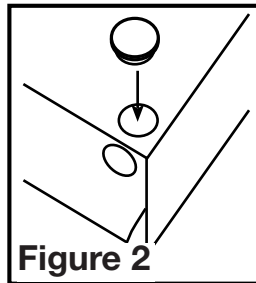

Figure 2
4. Choisissez le trou électrique défonçable le plus commode et insérez le bouchon dans le 2ème trou défonçable (**Figure 2**).